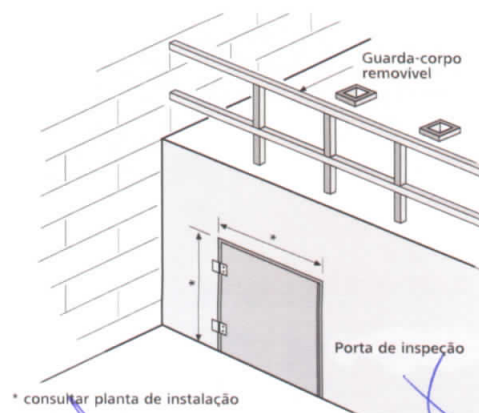

Figura 5
- A porta de inspeção (quando exigida) deverá ser aberta a partir do interior da caixa, mesmo estando travada. A chave deverá ser diferente de qualquer outra existente no edifício, mas poderá ser a mesma que abre as portas de pavimento. A porta de inspeção deverá possuir resistência mecânica adequada e proteger contra fogo, não podendo ser de chapa furada. (NBR NM 207, item 5.2.2.3) (Figura 5).